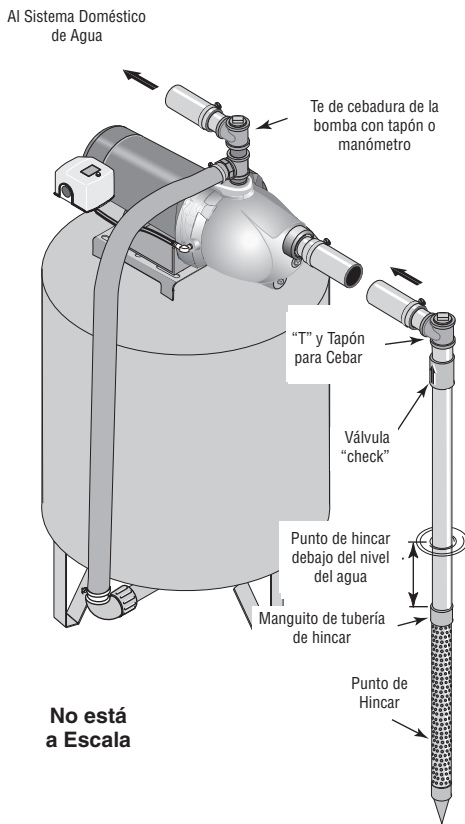

Figura 1 - Instalación del punto de hincar
Instalación del punto del pozo (punto de hincar) (Figura 1)
3. Utilice el menor número de conexiones posible (especialmente codos) al conectar la tubería desde el punto del pozo al orificio de succión de la bomba. La tubería de succión debe ser por lo menos del mismo tamaño que el orificio de succión en la bomba (incluya una válvula “check” si su equipo no está equipado con una) - Vea la Figura 1. Soporte la tubería para que no haya inclinaciones verticales o hundimientos en ella a fin de que no se ejerza tensión sobre el cuerpo de la bomba y con el propósito de que no se incline ligeramente hacia arriba desde el pozo hacia la bomba (los puntos altos pueden ocasionar que se formen bolsas de aire que pueden bloquear la bomba). Selle las juntas de la tubería de succión con cinta sellante de PTFE para roscas de tubería o con un compuesto a base de PTFE especial para las juntas de las tuberías. Las juntas deben de ser a prueba de agua y estar herméticamente cerradas. Si la tubería de succión pudiera succionar aire, la bomba no podría sacar agua del pozo. Si un punto de pozo no proporciona suficiente agua, considere la posibilidad de conectar dos o tres puntos de pozo a una tubería de succión.